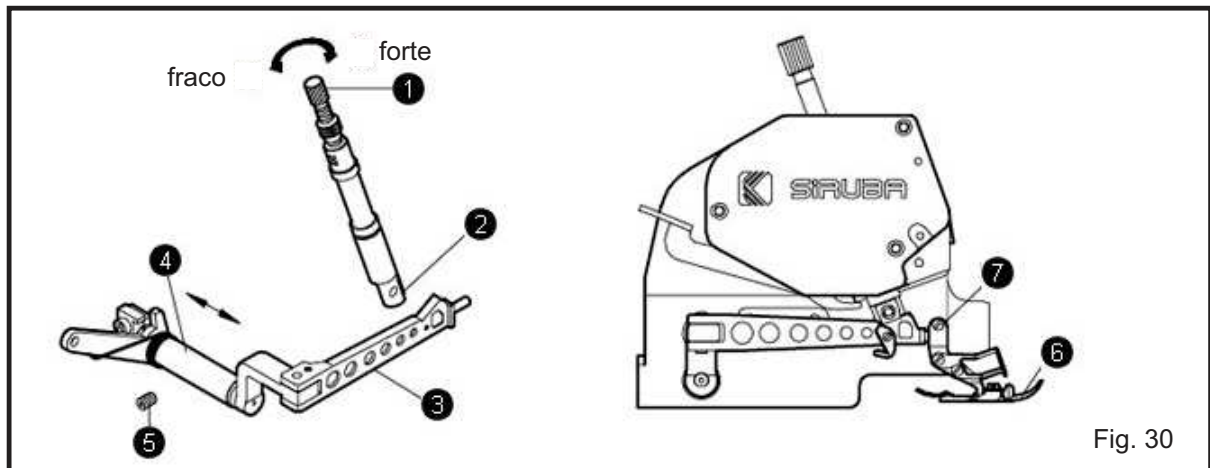

Fig. 30
1. Ajuste a posição do dente do calcador: (Fig. 30)